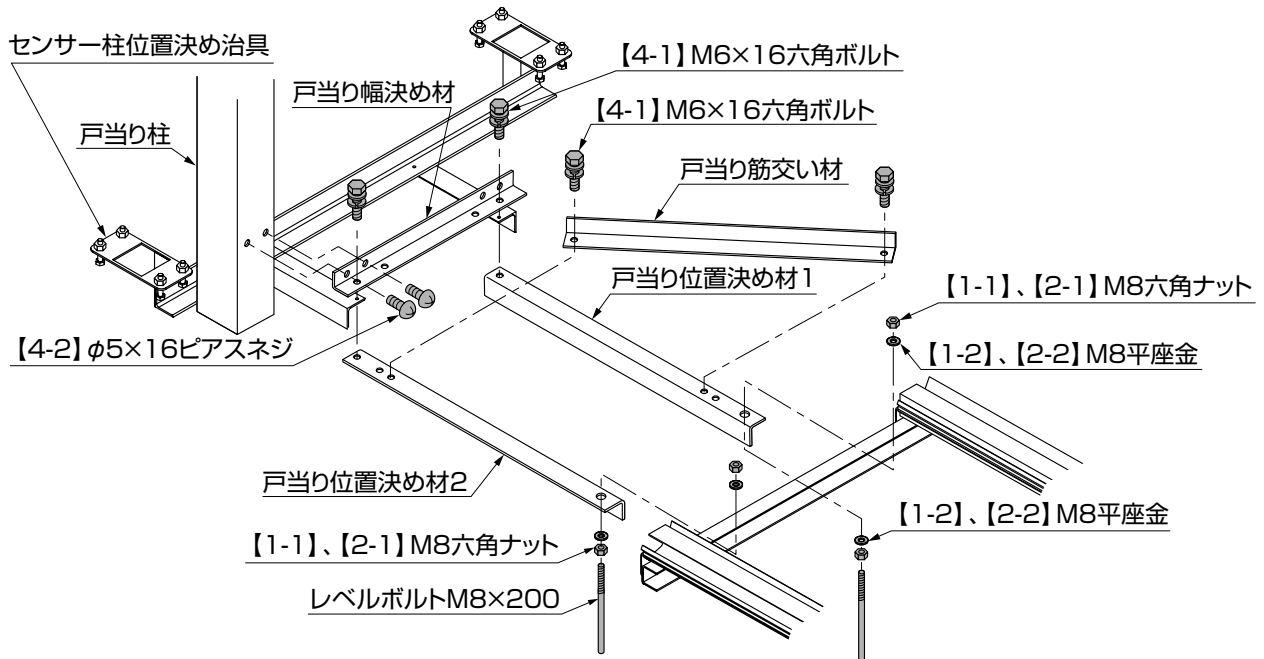
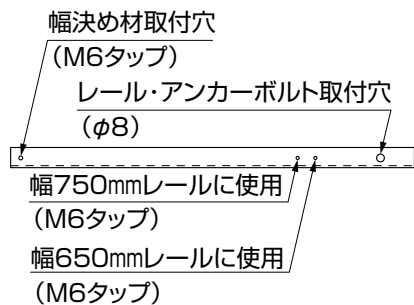
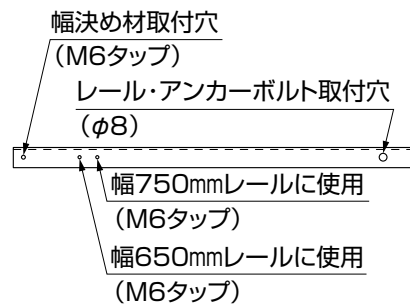

図4-5
図4-6 戸当り位置決め材1
図4-7 戸当り位置決め材2
- ①片引き仕様のレール戸当り端部にレベルボルト、【1-1】と【1-2】または【2-1】と【2-2】で戸当り位置決め材1、戸当り位置決め材2を取付けてください。(図4-5参照)
- ②戸当り筋交い材を図4-6、図4-7を参照して戸当り位置決め材に【4-1】で取付けてください。(図4-5参照)
- ③戸当り幅決め材とセンサー柱位置決め治具を戸当り位置決め材に【4-1】で取付けてください。(図4-5参照)
- ④戸当り柱を図4-6、図4-8を参照して、戸当り幅決め材に【4-2】で取付けてください。(図4-5参照)